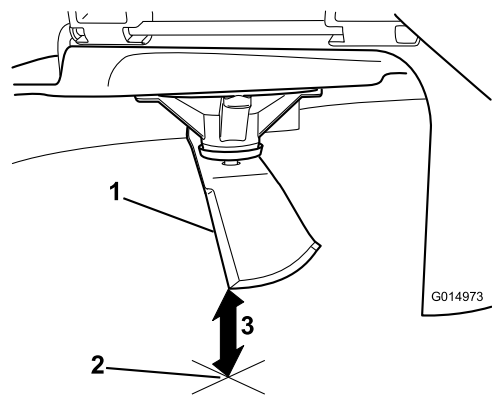

Figure 67
3. Mesurez la distance entre la pointe de la lame et la surface plane (Figure 67).